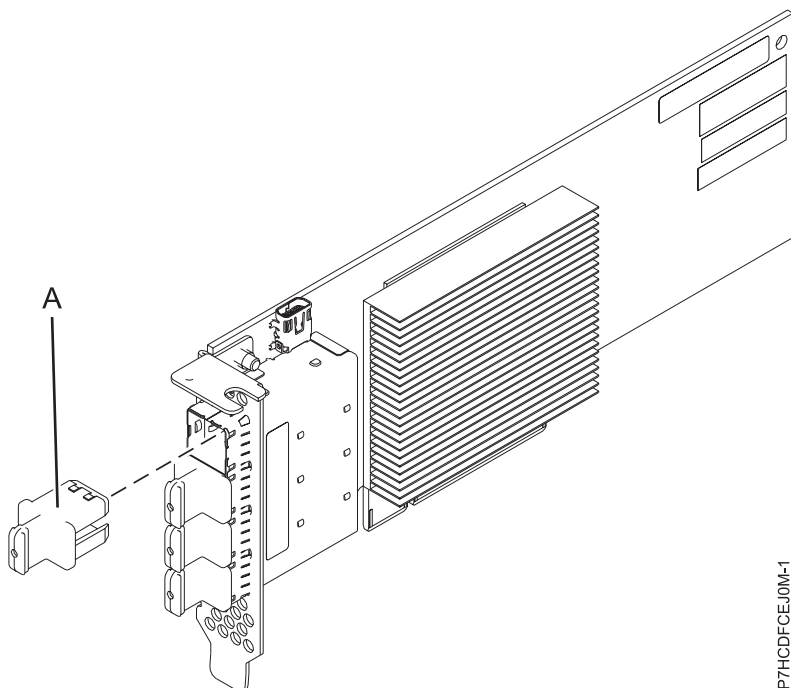

Figure 18. Carte PCIe3 LP à 4 ports SAS x8
L'adaptateur PCIe3 LP à 4 ports SAS x8 est une carte PCI Express (PCIe) de troisième génération, SAS RAID, courte et à faible encombrement. Il est destiné à des applications SAS (Serial Attached SCSI) hautes performances et haute densité. Il prend en charge le raccordement d'unité de bande ou DVD SAS à l'aide de quatre connecteurs mini-SAS HD (haute densité) x4 qui permettent d'utiliser les liaisons physiques dans différentes configurations étroites et larges de ports. Le raccordement de bande magnétique n'est pris en charge qu'avec une configuration de carte unique et ne peut pas être combiné avec un disque SAS sur la même carte. L'adaptateur ne dispose pas d'un cache en écriture. La figure 18, à la page 54 illustre la carte PCIe3 LP à 4 ports SAS x8.
La figure 18 représente la carte. Le capuchon du connecteur (A) est installé dans un port vide et empêche que ce port ne soit endommagé lorsqu'un câble d'un connecteur de port adjacent est branché ou retiré.